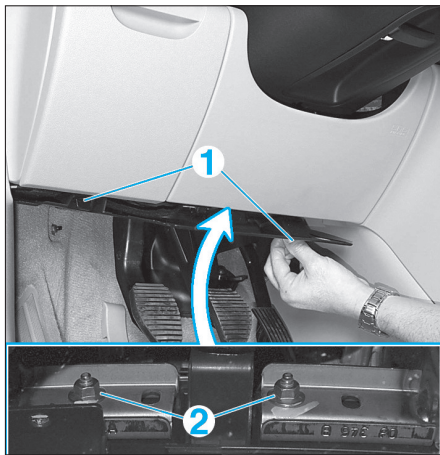

Fig. 4
- Dégrafer en (1) puis déposer la garniture sous la planche de bord côté conducteur (Fig.4).
- Déposer les écrous (2).